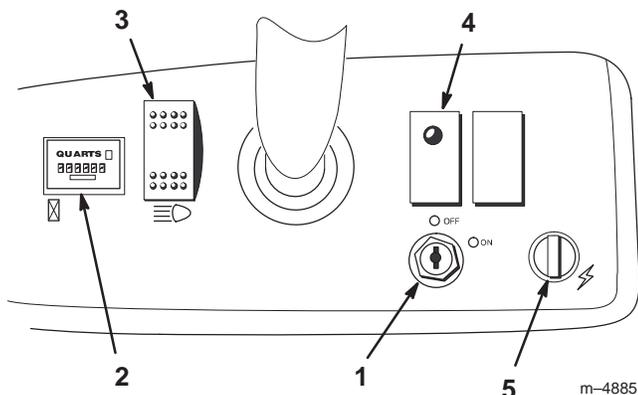

Figure 15
Le commutateur d'allumage (Fig. 15) sert à mettre le moteur en marche et à l'arrêter. Il a deux positions : contact coupé (OFF) et contact établi (ON). Tournez la clé dans le sens horaire jusqu'à la position " ON " pour mettre le moteur en marche. Lorsque le véhicule est arrêté, tournez la clé dans le sens anti-horaire à la position " OFF ". Enlevez la clé du commutateur d'allumage.
Le compteur horaire (Fig. 15) indique le nombre d'heures de fonctionnement du moteur. Il se déclenche chaque fois que la pédale d'accélérateur est enfoncée.
Il signale à l'utilisateur une baisse excessive de la pression d'huile (Fig. 15). S'il s'allume, vérifiez le niveau d'huile et faites l'appoint au besoin (voir la section Changement de l'huile moteur, page 28).
Basculez le commutateur pour activer les phares. Appuyez dessus pour les allumer (Fig. 15).
La prise d'alimentation sert à alimenter les accessoires électriques en option (Fig. 15).